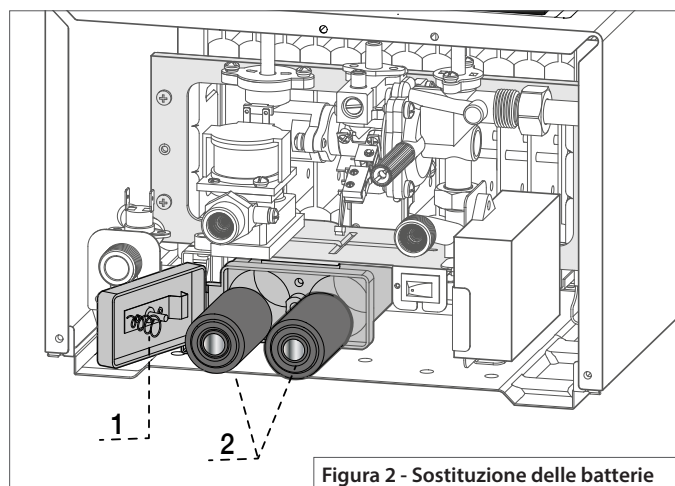

Figura 2 - Sostituzione delle batterie
- Sganciare lo sportellino posto sul fondo dell'apparecchio (vedi Figura 2 : Nr 1).
- Rmuovere le batterie (vedi Figura 2 : Nr 2).
- Inserire le batterie rispettando la polarità. ((vedi Figura 2 : Nr 2).
- Chiudere il coperchio del vano batterie (vedi Figura 2 : Nr 1).